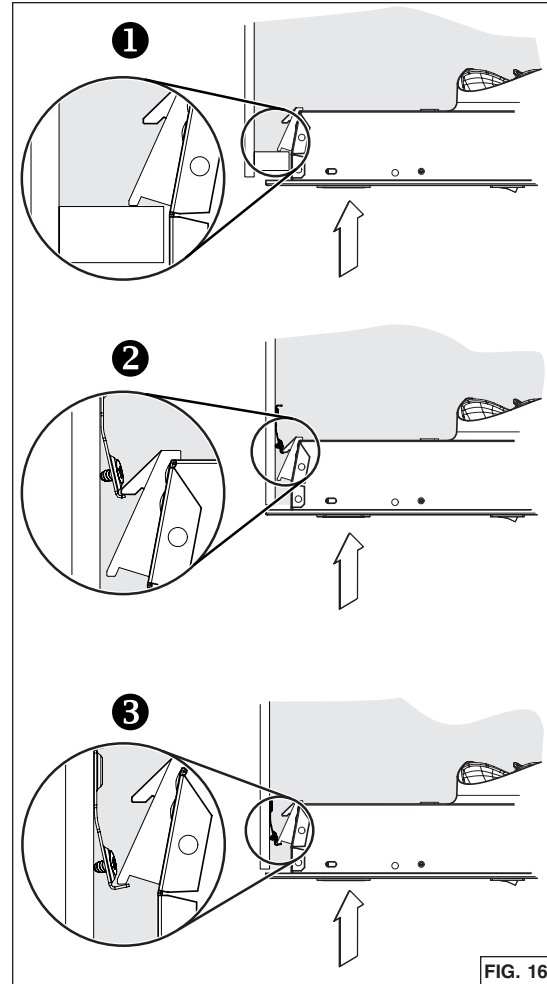

FIG. 16
2. Insérer l'appareil dans l'armoire, jusqu'à ressentir un « clic » provenant des deux côtés de l'appareil, confirmant que les crochets *Ease of Install* s'appuient sur le dessus des côtés de la base de l'armoire ❶, ou sur les supports fixes ❷ ou ❸ (FIG. 16). Bouger l'appareil de gauche à droite, d'avant à l'arrière et le lever pour vérifier que les crochets *Ease of Install* retiennent l'appareil à l'intérieur de l'armoire.